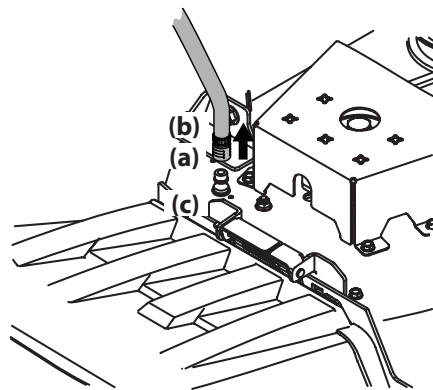

Figura 4-3
3. Tire hacia atrás el collarín de ajuste (a) del adaptador del pico (b) y empuje el adaptador del pico (b) hacia uno de los picos de lavado de plataforma (c) de cualquiera de los dos extremos de la plataforma de corte del tractor. Suelte el collarín de ajuste (a) para trabar el adaptador del pico (b) en el pico de lavado de plataforma (c). Consulte Figura 4-3.